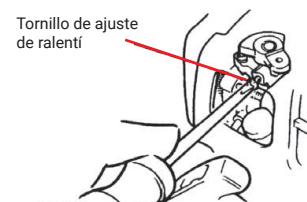

Figura 16
2. Si el accesorio de corte gira al ralentí del motor, reduzca la velocidad de ralentí girando el tornillo de ajuste del ralentí en sentido antihorario según sea necesario. Ver Figura 16.